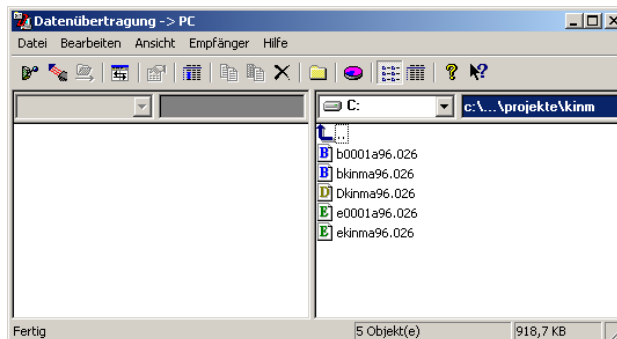

Abbildung 4.1. Hauptfenster Ashtech Download
2. Wählen Sie **Rohdaten-Dateien von Empfänger hinzufügen** aus dem Menü **Projekt**. Das Hauptfenster von Ashtech Download erscheint (Abbildung 4.1).